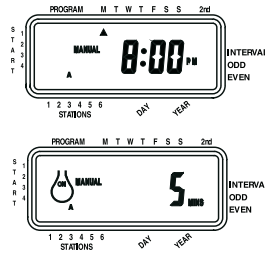

Ilustración 14: Riego manual de la estación 3 por cinco minutos
- Para pasar por alto una estación, oprima SIGUIENTE hasta que el cursor esté intermitente sobre el número de estación que desee programar. Por ejemplo, para fijar la estación 3 por cinco minutos, oprima la tecla **MANUAL**, luego oprima cinco veces la tecla **SIGUIENTE** para seleccionar el modo de operación manual y avanzar hasta el riego para la estación 3; usando la tecla + o la -, fije en cinco minutos la duración del riego manual, luego oprima **ENTRADA** [Vea la ilustración 14].